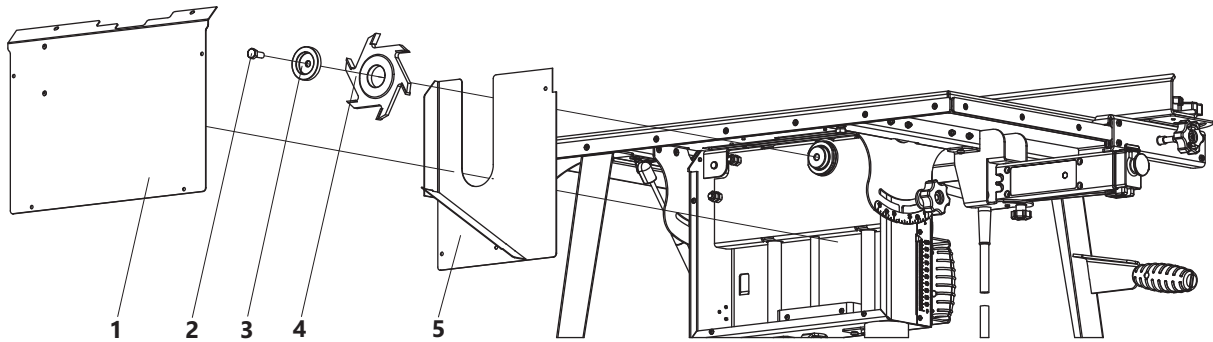

Рисунок 9. Установка дисковой фрезы
7.2 Фрезерование дисковой фрезой (CBS-2400) (рис. 9)